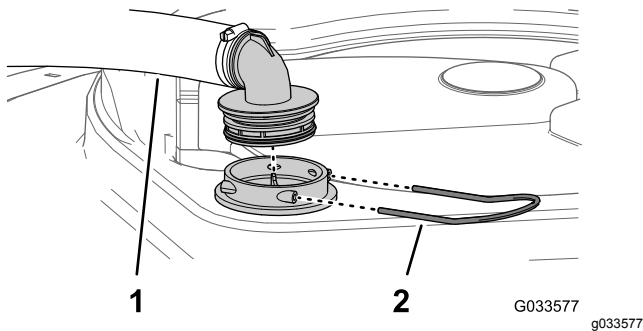

Bild 21
2. Nehmen Sie oben am Sprühbehälter den Halter ab, mit dem das Schlauchanschlussstück befestigt ist, das am dicken Schlauch und dem Filtergehäuse angeschlossen ist (Bild 21).
3. Nehmen Sie den Schlauch und das Schlauchanschlussstück vom Filtergehäuse ab (Bild 21).